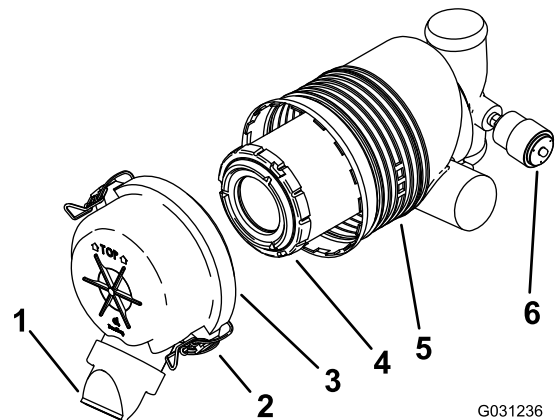

Figure 44
Important: Faites l'entretien du filtre à air uniquement quand l'indicateur de colmatage est rouge (Figure 44). Changer le filtre à air prématurément ne fait qu'accroître le risque de contamination du moteur par des impuretés quand le filtre est déposé.
4. Déverrouillez le filtre à air et détachez le couvercle du boîtier du filtre (Figure 44).
1. Sortez délicatement l'élément filtrant du boîtier du filtre à air (Figure 44).
4. Posez l'élément filtrant avec précaution (Figure 44).
5. Reposez le couvercle du filtre à air, le côté portant l'inscription « TOP » en haut, et fermez les dispositifs de verrouillage (Figure 44).